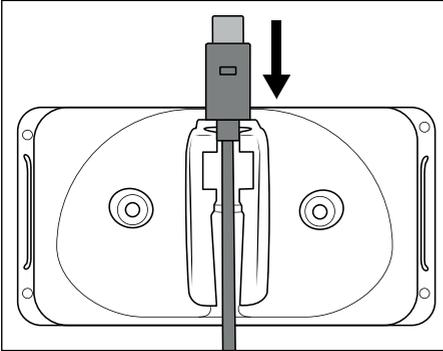
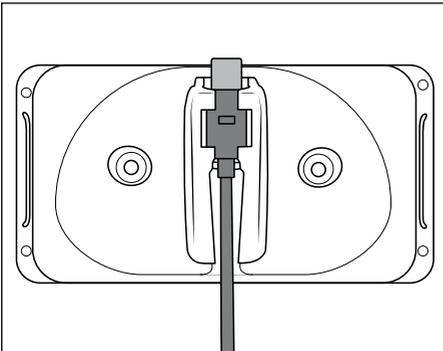

Abb. 1
Abb. 2
► Stellen Sie sicher, dass sich keine Stromleitungen oder andere Leitungen oder Rohre in der Wand befinden, in der Sie die Löcher für den Wandhalter ③ bohren wollen. Es besteht Lebensgefahr, wenn Sie eine stromführende Leitung anbohren!
- 1) Setzen Sie den USB-C-Stecker ⑤ des USB-Ladekabels ④ in den Wandhalter ③ ein (siehe Abb. 1). Schieben Sie den USB-C-Stecker ⑤ nach unten, bis er im Wandhalter ③ einrastet (siehe Abb. 2).